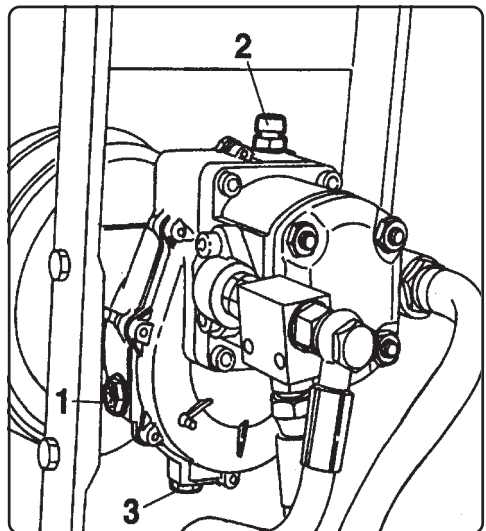

Fig. 10
7) **Kontroller regelmessig** oljenivået på maskiner av Modell 900 med feste-anordning til kardangakselen og som er utstyrt med forsterker (Fig. 10). Gå frem på følgende måte: Kontroller oljen ved hjelp av den gjennomsiktige proppen til oljenivået, som sitter ved siden av forsterkeren (1. Fig. 10). Dersom det skal fylles på olje, skal dette gjøres gjennom proppen (2 Fig. 10), som sitter på den øverste del. Det anbefales å skifte ut oljen til forsterkeren etter **800 timers drift**, og denne operasjonen skal under alle omstendigheter utføres av spesialisert og autorisert personale.